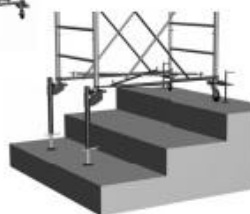

рис. 8
Установив при помощи комплекта крепежа колес (13) регулируемые опоры (16), вышку можно использовать для работы на лестничных маршах (рис. 8). Для дополнительной устойчивости вышки, используйте съемные винтовые опоры (14).
- Собрать необходимое количество секций в зависимости от требуемой высоты. (не более 20,6 м). При высоте вышки более 12 м ее необходимо крепить к стене анкерными креплениями (15) (см. схему крепления рис. 8)